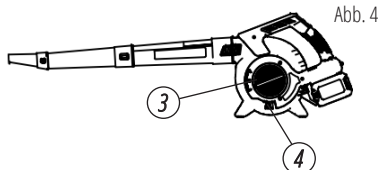

Abb. 4
- Öffnen Sie die Schutzabdeckung (3) der Saugöffnung, indem Sie die Verriegelung der Saugöffnung (4) in Richtung der Saugöffnung drücken und die Schutzabdeckung herausziehen und sie im Uhrzeigersinn bis zum Anschlag drehen. Jetzt können Sie die Schutzabdeckung (3) entfernen (Abb. 4).